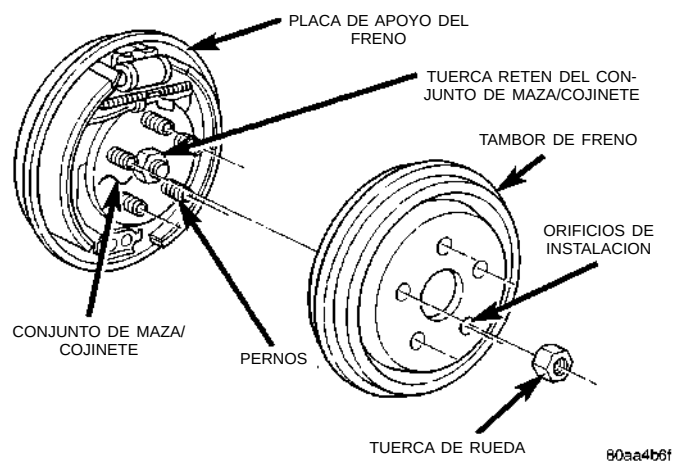

Fig. 78 Tambor trasero y maza/cojinete
(1) Eleve el vehículo sobre gatos fijos o céntralo sobre un elevador. Consulte Elevación en la sección de Lubricación y mantenimiento de este manual.
(2) Retire del vehículo los conjuntos de ruedas y neumáticos traseros.
(3) Retire los collarines de retención del tambor de freno trasero en la maza (si estuvieran instalados).
(4) Retire el tambor de freno trasero del conjunto de maza/cojinete trasero (Fig. 78).